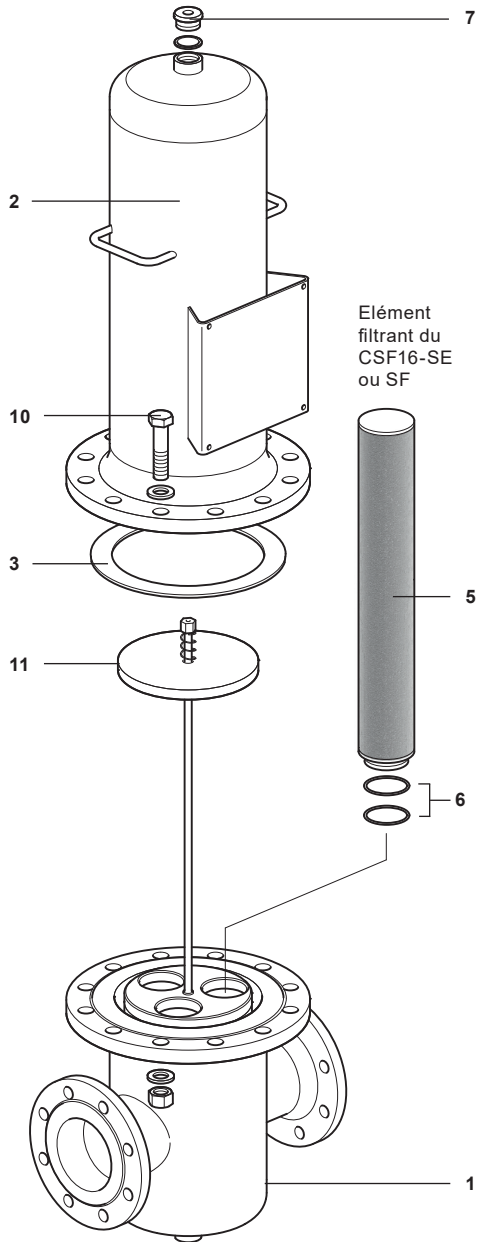

Fig. 2 - DN100 au DN150L
Voir Figure 2 Filtres à air stériles en acier inoxydable à la page 7 pour la reconnaissance des pièces.
4. Les nouveaux joints d'élément filtrant (2 pièces, élément 6) doivent ensuite être lubrifiés à l'aide d'un lubrifiant adapté à l'application, avant de les monter sur la cuve du filtre (1).
5. L'élément filtrant doit être doucement poussé dans le carter inférieur de filtre (1).
6. **Lorsque plusieurs éléments sont installés**, l'ensemble de support de filtre (11) doit être assemblé et installé comme indiqué sur la figure 2.
7. Assurez-vous que le joint du filtre (3) est en place.
8. **Pour les tailles DN8 au DN80** : La bague du boîtier (4) doit ensuite être soigneusement placée dans le logement de la tête du filtre (2), avant d'abaisser doucement la cuve du filtre (1) sur l'élément filtrant et de serrer la bague de logement (4). La bague du boîtier (4) est conçue avec un filetage grossier pour minimiser le risque de grippage. La lubrification du filetage n'est normalement pas nécessaire. Cependant, un lubrifiant pour filetage peut être utilisé si nécessaire.
9. **Pour les tailles DN100 et DN150** : Abaisser doucement le carter supérieur (2) sur les éléments filtrants et placez-le sur le carter inférieur (1). Serrer les boulons du boîtier au couple recommandé - voir le tableau 1.